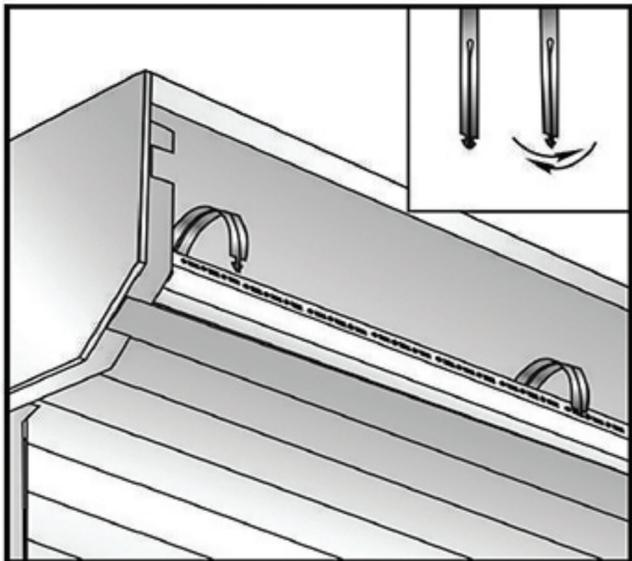

рис. 4
4. Тяговые пружины заправить в продольные перфорационные отверстия вала (рис. 4)